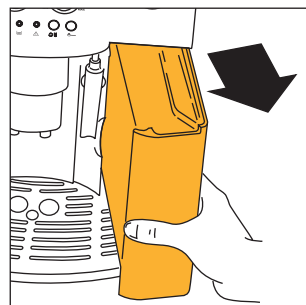

Fig. 1
- Ta loss vattenbehållaren (fig. 1), skölj den och fyll den med friskt vatten utan att överskrida markeringen MAX. När du tar loss behållaren ska cappuccinoröret alltid vara infällt mot mitten av maskinen, annars är det i vägen och det går inte att ta loss behållaren.